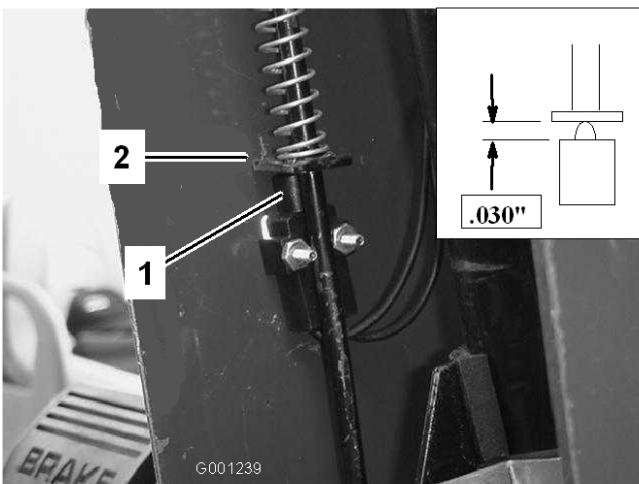

Bild 60
3. Schieben Sie die Abdeckung auf der Lenkwelle nach oben, um den Schalter der Feststellbremse freizulegen (Bild 60).
5. Richten Sie die Schaufel der Feststellbremsstange mit dem Schalterkolben aus (Bild 60)
6. Drücken Sie die Feststellbremsstange nach unten und den Schalter nach oben, bis die komprimierte Länge des Schalterkolbens 0,8 mm beträgt (Bild 60, Einsatz). Dies